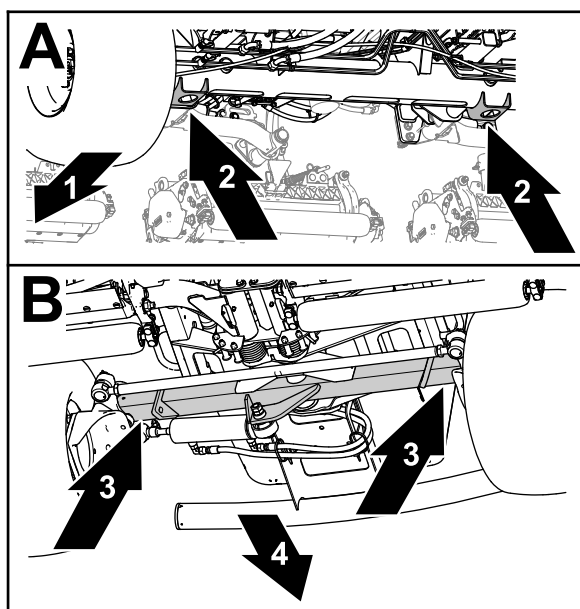

Рисунок 69
- Передняя часть – кронштейны домкратов в трубе переднего моста (Рисунок 69).